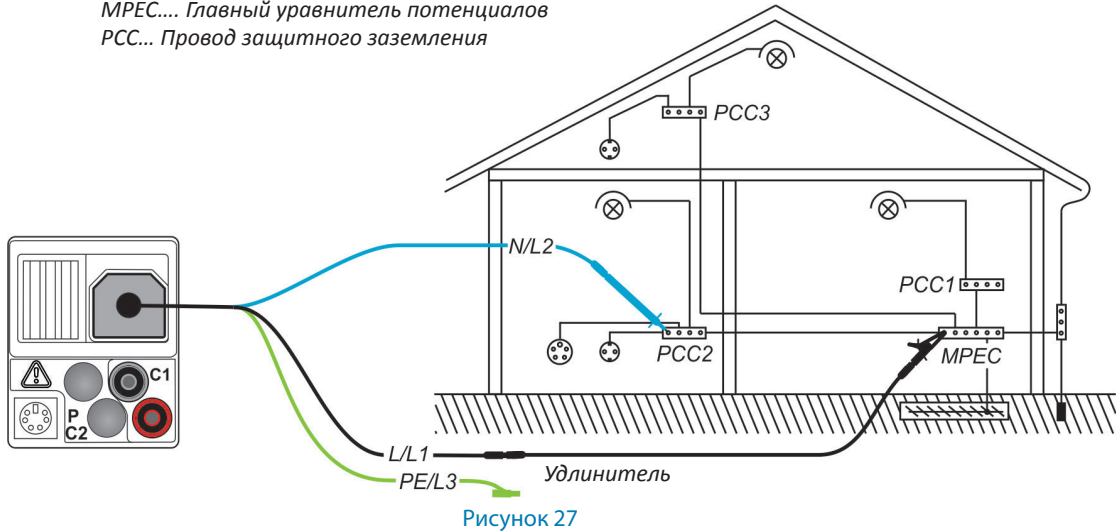

Рисунок 27
- Подключите** испытательные выводы к соответствующей проводке защитного заземления PE (см. рисунок 27).